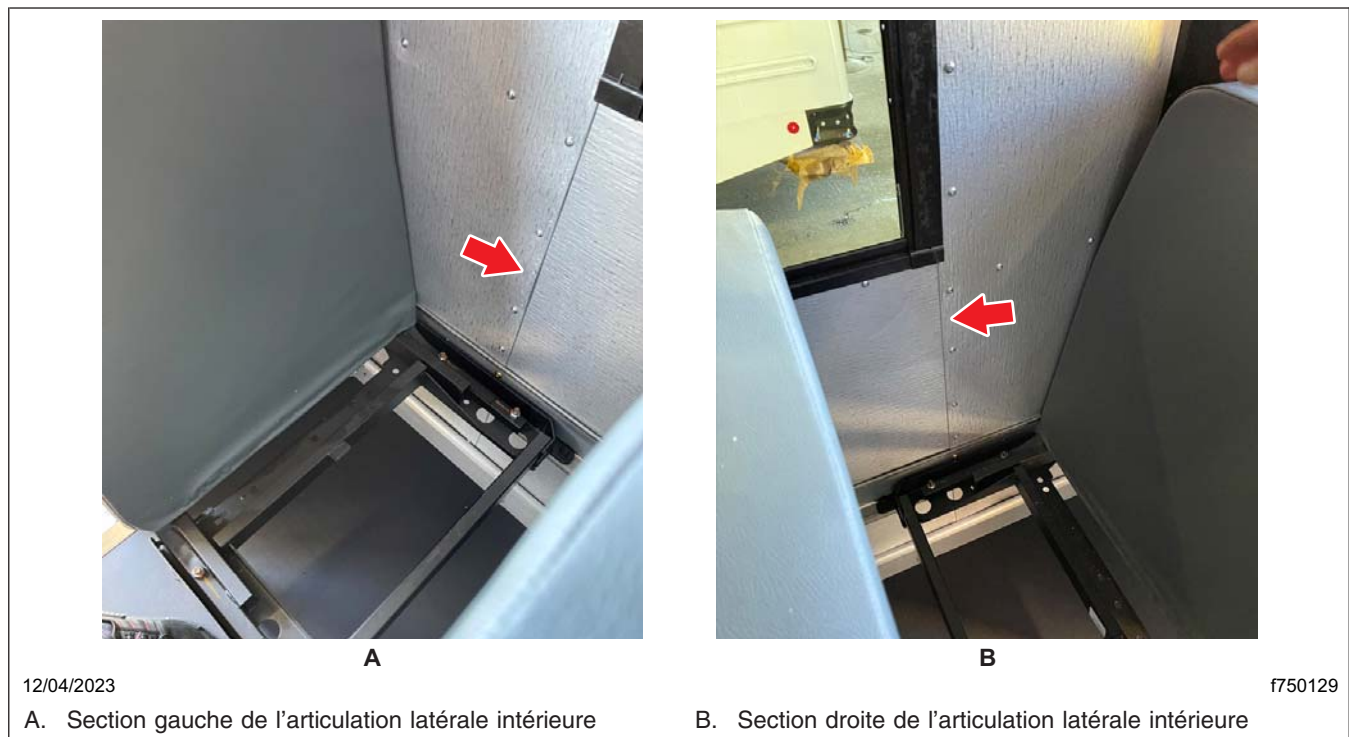

Fig. 1, Sections gauche et droite de l'articulation latérale intérieure
4. Retirez le coussin du siège inférieur pour avoir accès à l' articulation intérieure entière. **Figure 1** la montre les sections gauche et droite de l'articulation latérale intérieure.